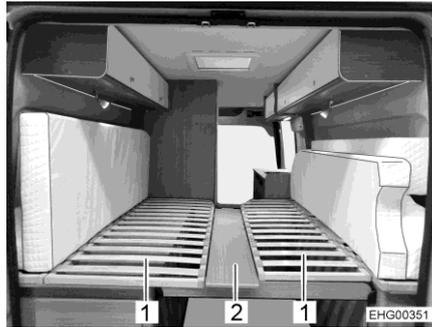

Fig. 42 Tavola centrale
- Far scendere in basso la rete del letto (Fig. 42,1) sui entrambi i lati.
- Agganciare la tavola centrale (Fig. 42,2).
- Rimuovere la tavola centrale (Fig. 42,2) e il puntone diagonale (Fig. 39,1) e posarli su uno dei materassi.